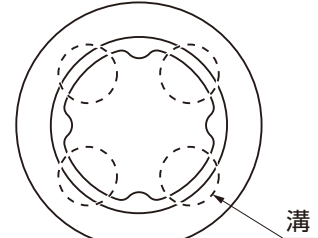

図3-5
- 取付ける際は灯具の板バネ部を押さえ、埋込ベースの内側の溝 (図3-5参照) に合わせて取付けてください。